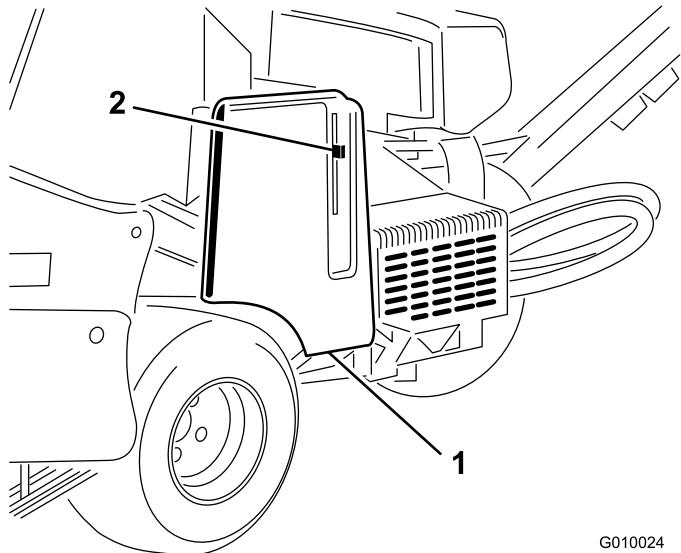
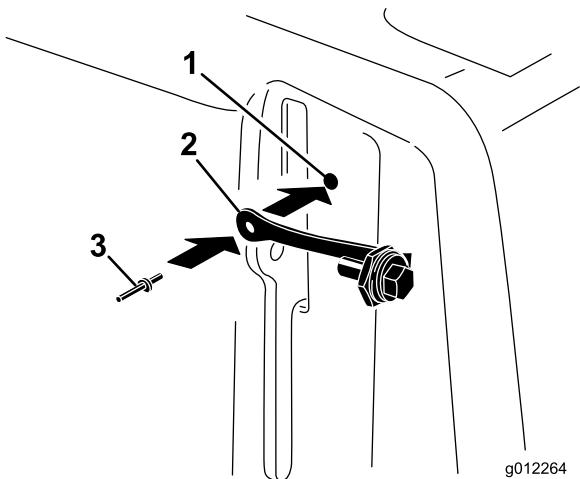

Figura 16
Figura 17
- Localice el taladro en la cubierta de la correa junto a la ranura para la palanca del cierre (Figura 16 y Figura 17).
- Fije el conjunto de la trabilla al taladro en la cubierta de la correa con un remache ciego (Figura 17).